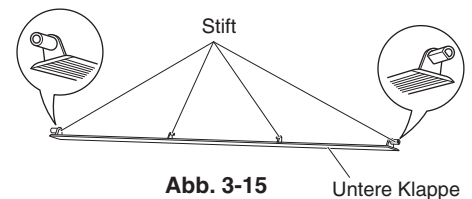
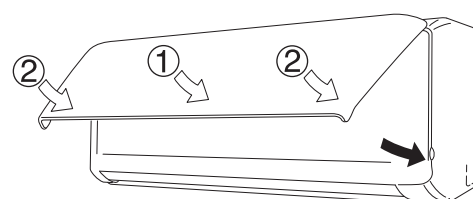

Abb. 3-15
Abb. 3-18
- (5) Die untere Klappe wieder anbringen. (Bei der Wiederanbringung auf korrekte Ausrichtung der Klappe achten, da die Stifte an der linken und rechten Seite eine unterschiedliche Form haben. (Abb. 3-15))
- (6) Den Anti-Schimmel-Filter oben einsetzen und dann unten an den Nasen der Einheit sichern.
- (7) Zum Schließen der Frontverkleidung zunächst auf den mittleren Teil der Frontverkleidung drücken und dann die rechte und linke untere Ecke andrücken und mit einem Klicken einrasten lassen. (Abb. 3-18)